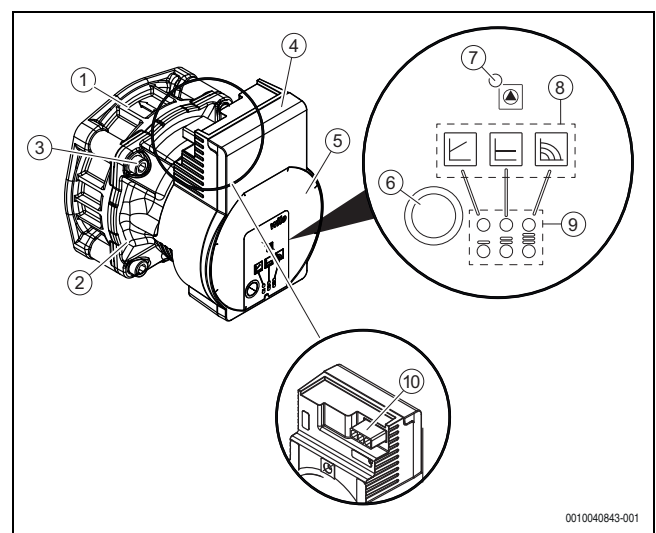

Fig. 2 Description du produit
- Observer la flèche de direction sur la volute (→ fig. 2, [1], page 1).
Les fuites d'eau peuvent endommager le module de régulation (→ fig. 2, [4], page 1)
- ▶ Ne jamais ouvrir le module de régulation (→ fig. 2, [4], page 2) et ne jamais retirer des éléments de commande.